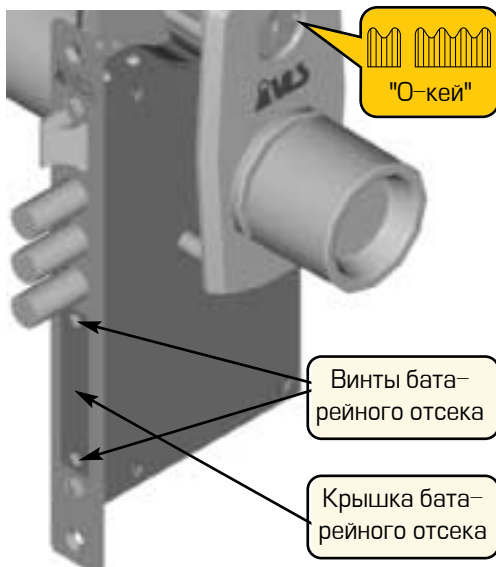

Рисунок 5 – Установка батарей
2. С помощью отвертки вывинтите два винта крепления крышки батарейного отсека на торцевой поверхности замка (рис. 5).
3. Взявшись за вывинченные винты, снимите крышку и извлеките из корпуса замка батарейный отсек (рис. 5).